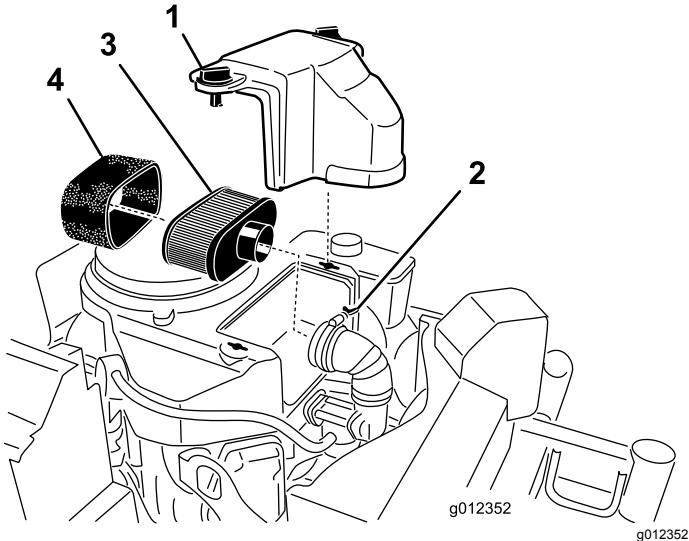

Figure 35
2. Nettoyez la surface autour du filtre à air pour éviter que des impuretés n'endommagent le moteur en tombant à l'intérieur (Figure 35).
3. Tournez les boutons du couvercle de 1/4 tour dans le sens antihoraire et déposez le couvercle du filtre à air (Figure 35).
4. Tournez la vis à oreilles du collier de flexible dans le sens antihoraire pour séparer le filtre à air du conduit d'admission (Figure 35).
1. Sortez délicatement l'élément en mousse de l'élément en papier (Figure 35).
2. Vérifiez que les deux éléments ne sont pas déchirés, couverts d'une pellicule grasse ou endommagés (Figure 35).
5. Montez l'élément en mousse sur l'élément en papier (Figure 35).
6. Installez les éléments du filtre à air sur le conduit d'admission du moteur (Figure 35).
7. Tournez la vis à oreilles du collier de flexible dans le sens horaire (Figure 35).
2. Montez l'élément en mousse sur l'élément en papier neuf (Figure 35).
3. Installez les éléments du filtre à air sur le conduit d'admission du moteur (Figure 35).
4. Tournez la vis à oreilles du collier de flexible dans le sens horaire (Figure 35).